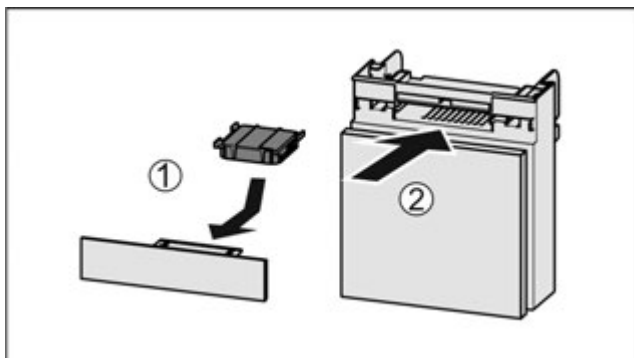

Fig. 99
- ▶ Вставити фільтр з активованого вугілля за малюнком Fig. 99 (1).
- ▶ Вставити відділення Fig. 99 (2).